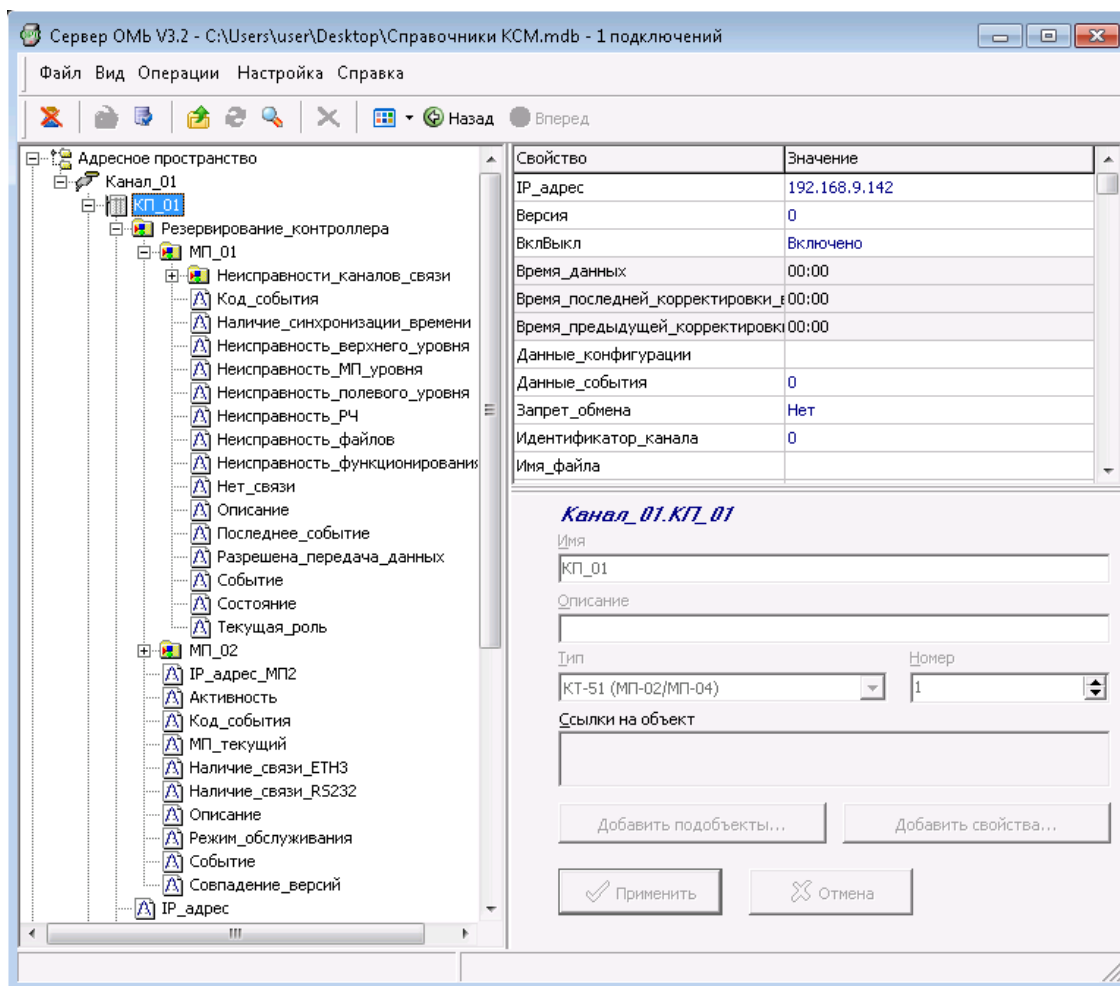

Рисунок 112
- в контроллер – свойство *IP_адрес* и в качестве значения свойства *IP_адрес* укажите IP-адрес первого МП (рисунок 112);